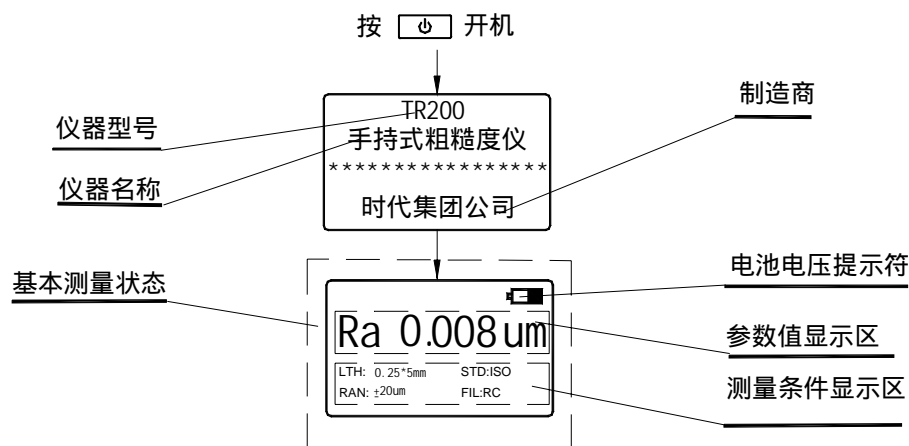

图 2-4 开机过程
按下电源键  松开后仪器开机，自动显示型号、名称及制造商信息，然后进入基本测量状态，如图 2-4 所示。
- 第一次开机进入的基本测量状态中所显示的内容为本仪器的缺省设置，下次开机时将显示上次关机时所设置的内容，每次开机后均自动进入基本测量状态（如图 2-4 所示）。